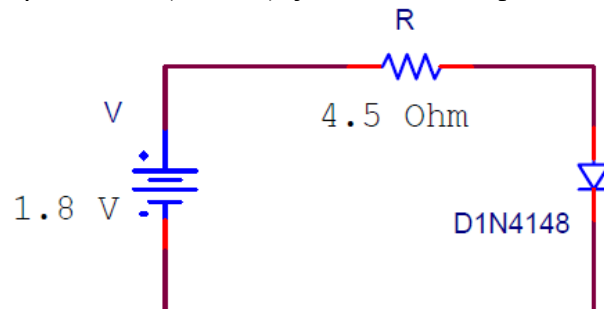

Fig. 4
8.- Dado el circuito de la Fig. 4, trazar la recta de carga sobre la característica **I-V** proporcionada por el fabricante (a 25° C), y determinar el punto de trabajo.